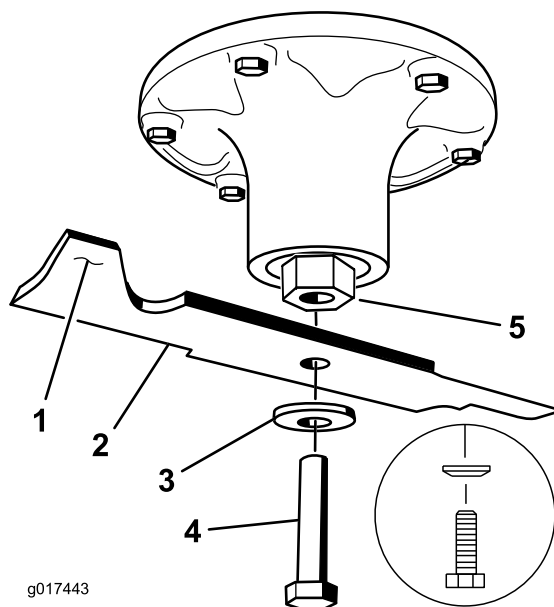

Figure 81
2. Enlevez le boulon, la rondelle bombée et la lame de l'axe (Figure 81).